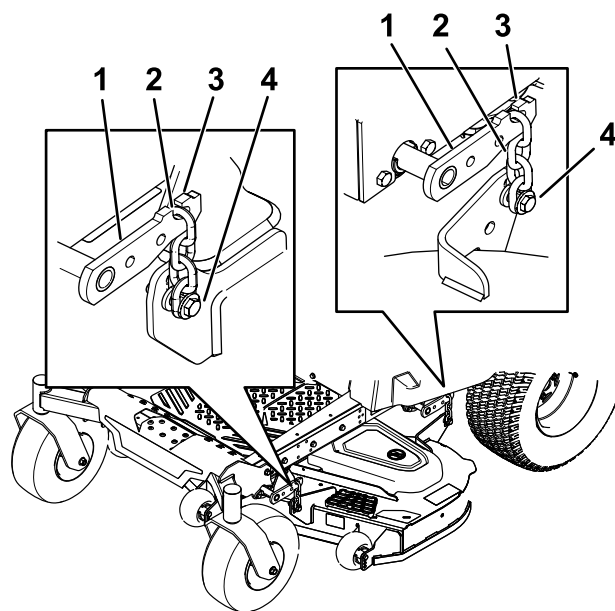

Figura 77
8. Îndepărtați lanurile de pe cârligele braelor de ridicare a punii (Figura 77).
6. Ridicați partea din spate a punii mainii de tuns iarba și montați lanurile pe braele de ridicare spate (Figura 77).
7. Montați lanurile frontale pe braele de ridicare față (Figura 77).